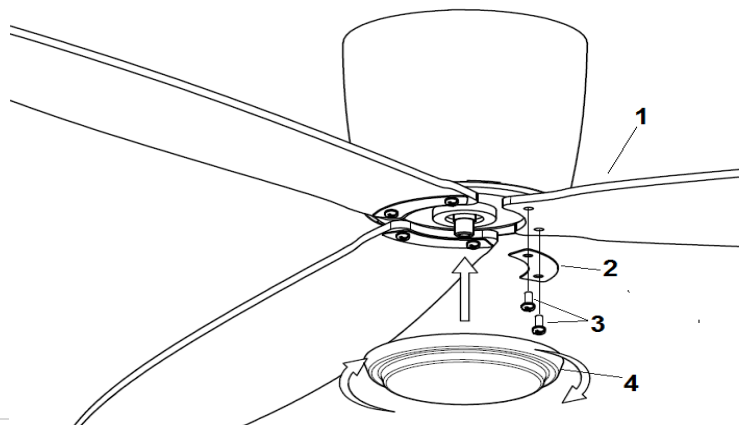

Fig. 6
- 날개를 모터 모듈에 올리고, '날개(1) → 날개 브라켓(2) → 날개 고정용 나사(3)'의 순서로 결합하여, 날개를 모터 모듈에 두개의 나사로 단단하게 조여줍니다(3). Fig. 6